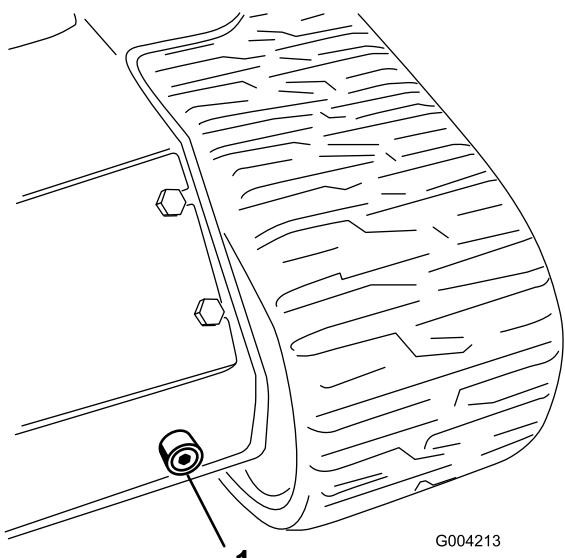

Figura 63
6. Posizionate una grossa bacinella di spурgo della capacità di 57 litri sotto il tappo di spурgo nella parte anteriore della macchina (Figura 63).
7. Togliete il tappo di spурgo e lasciate defluire l'olio nella bacinella (Figura 63).